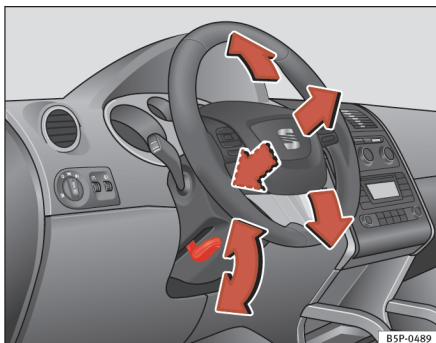

Fig. 134 Indstilling af rat
- Drej armen ⇒ fig. 134 under ratstammen nedad ⇒ ⚠.